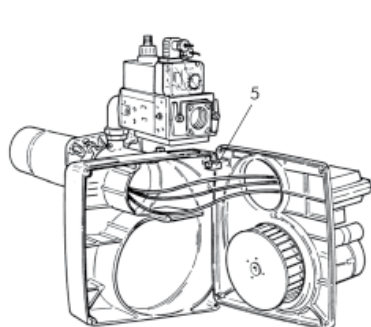

fig.5
- enganchar o sócio de folha na posição 5 (fig.5, 5A) e eseguire a manutenção para a cabeça de combustão.